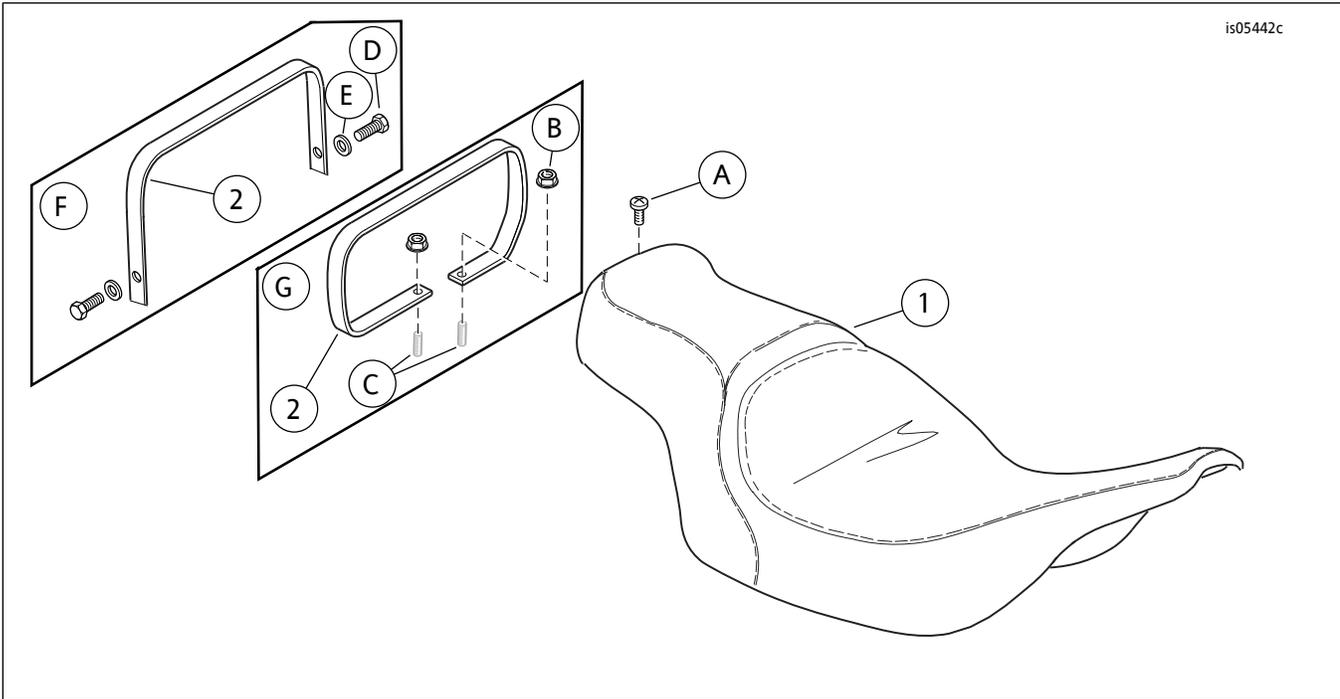

图7。维修零件：加热座椅
参见图7和表1了解套件内容。
1. 参见图7。拆下螺丝(D)、垫圈(E)和扣带端。保留五金件待用。
2. 参见图7。从当时已安装座椅的后部上拆下十字螺丝与锁紧垫圈(A)。向后拉动座椅将其拆下。保留螺丝
- b. 参见图7。安装扣带螺丝（D）及垫圈（E）。拧紧。